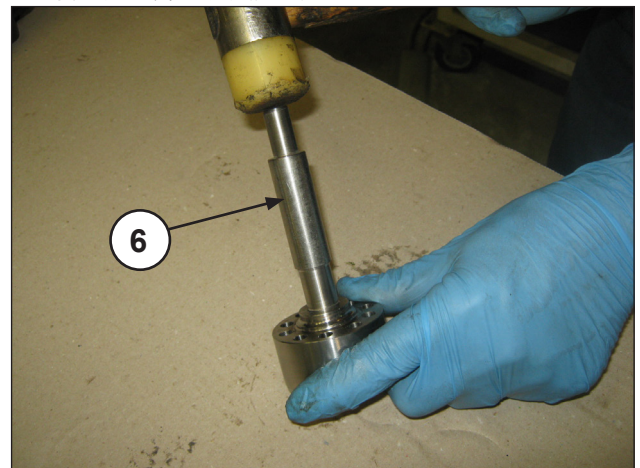
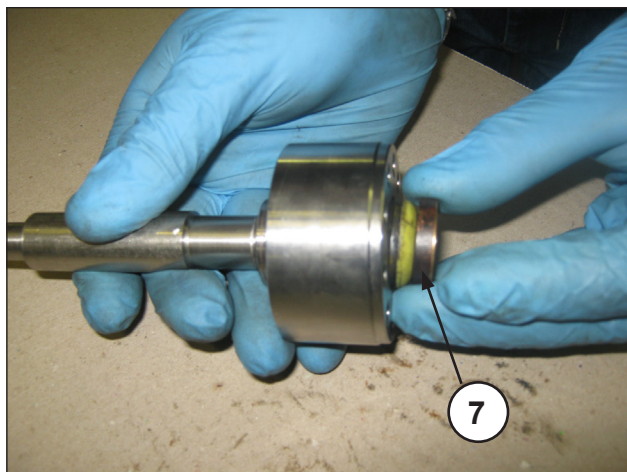

图36
图37
- 在HP(高压)密封圈支撑分开后，用专用的塑料销子(⑥ 图36) 将H. P. (高压)密封圈组(⑦ 图37) 顶出，最后取出泵头的环(图38)。